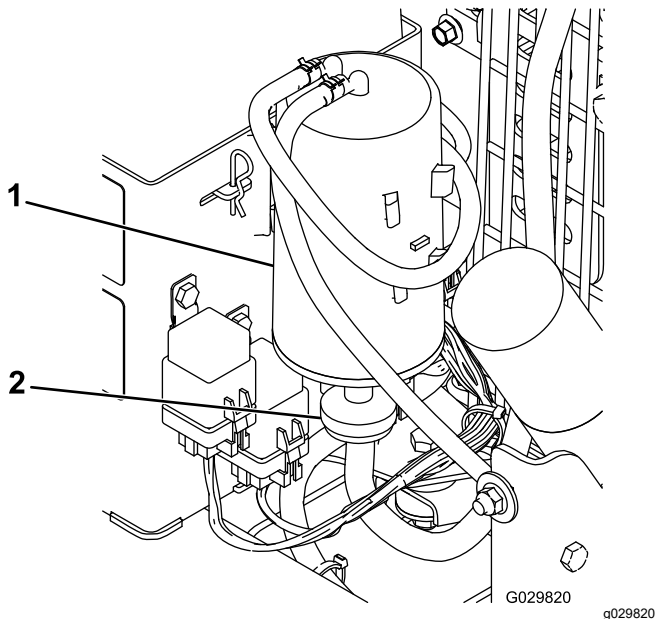

Figure 14
- Déposez le filtre à charbon actif et mettez-le au rebut (Figure 14).